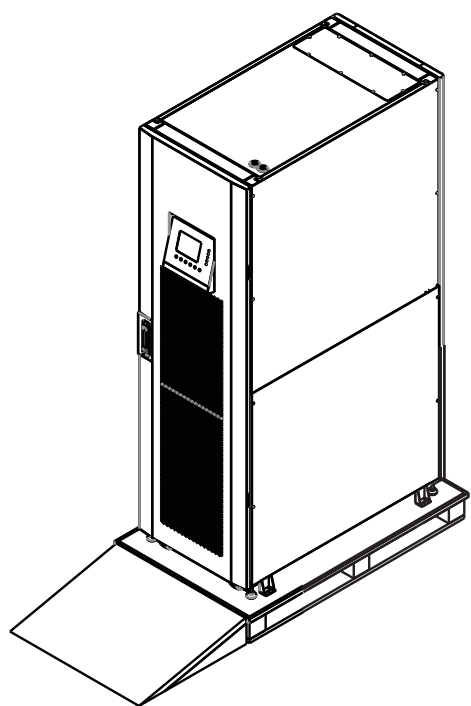

Рис. 4.3
2. Расположите наклонную направляющую из упаковочной коробки перед корпусом ИБП, совместите отверстие в этой наклонной направляющей с металлическим штырем, выступающим из поддона, и зафиксируйте ее в этом положении (Рис. 4.3).